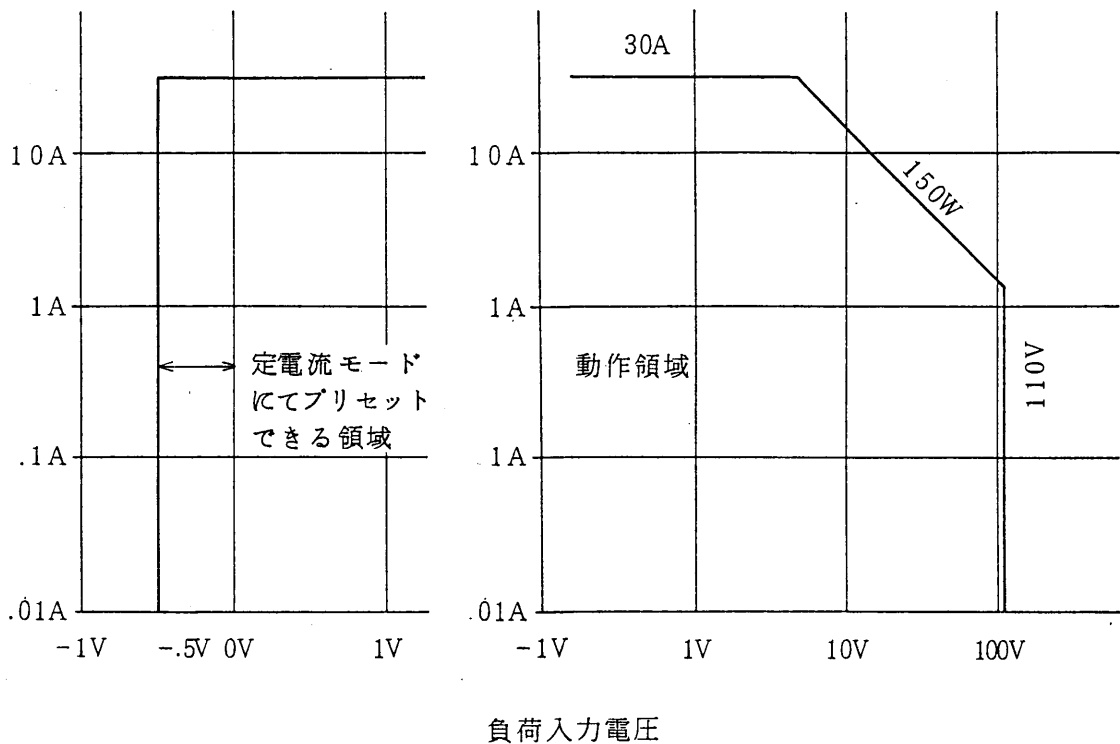

図2-1-1
- ・入力電圧範囲はDC 0~110Vで、これ以上の電圧では使用できません。約115V以上で、過電圧保護(O.V.P)回路が動作します。特に150V以上を加えないように注意してください。(図2-1-1参照)